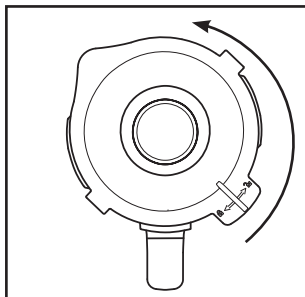

Bild 1
- 1) Lyft mixerbehållaren ③ rakt uppåt för att ta av den från motorblocket ⑥.
- 2) Ta av locket ② genom att vrida det motsols mot läge  (se bild 1) tills det lossnar och kan tas av.
- 3) Fyll mixerbehållaren ③ minst upp till det undre strecket på skalan ③ men inte över MAX-markeringen. För bästa resultat rekommenderar vi följande maximala påfyllningsmängder: